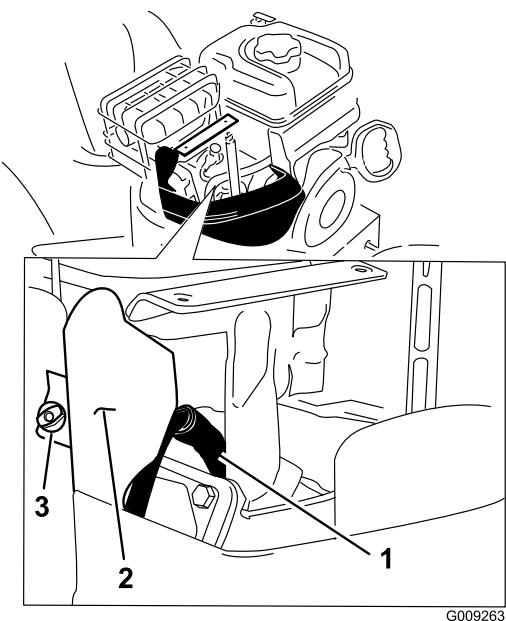

**Figure 52**
**Remarque:** Vous devez déposer le capot anti-neige pour accéder à la bougie d'allumage (Figure 52).
1. Enlevez la commande de starter et la clé de contact (Figure 52).
2. Enlevez les 2 vis qui fixent le capot anti-neige à la fraise à neige (Figure 52).